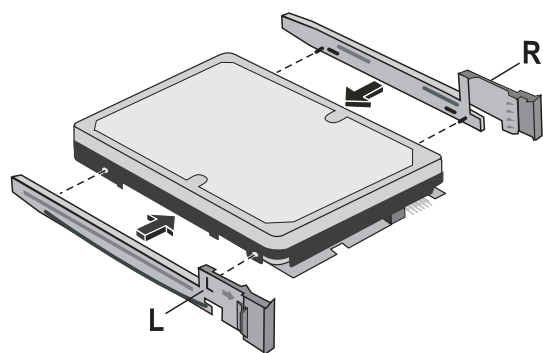

Figura 2-7: Sujeción de las guías de montaje al disco duro de intercambio en frío
5. Sujete las guías de montaje a los laterales de la unidad. Consulte la figura 2-7.